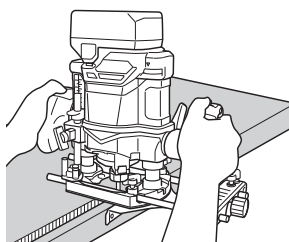

Fig. 23
- (1) Inserte una barra guía en cada orificio del soporte de barra, luego apriete suavemente los 2 pernos de aletas (A) en la parte superior del soporte de barra.
- (2) Inserte una barra guía en cada orificio de la base, luego apriete con firmeza los pernos de aleta (A) (accesorios estándar).
- (3) Utilice el tornillo de alimentación para realizar ajustes precisos de las dimensiones entre la broca y la superficie de la guía y, a continuación, apriete firmemente los 2 pernos de aletas (A) de la parte superior del sujetador de la barra y el perno de aletas (B) de fijación de la guía recta.
- (4) Como se muestra en la Fig. 23, asegure firmemente la parte inferior de la base a la superficie procesada de los materiales. Haga avanzar la fresadora mientras mantiene el plano de la guía sobre la superficie de los materiales.